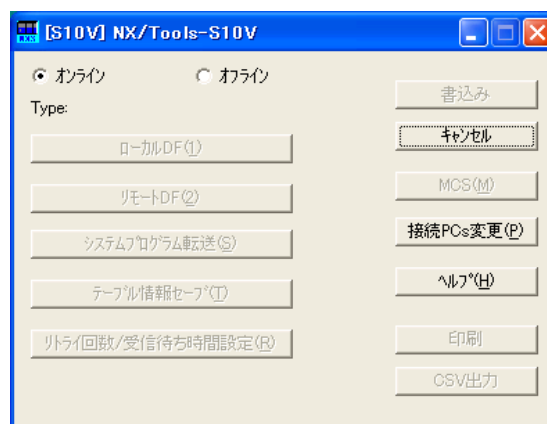

図 4-2 [NX/Tools-S10V] 画面
- (2) NX/Tools-S10Vシステムのメイン画面（図 4-2）が表示されます。この状態では、まだPCsには接続されていません。